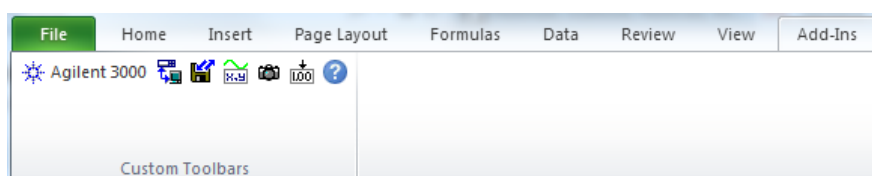

Figura 23 – Opções de aquisição das formas de onda visíveis no osciloscópio.
- Abra o programa Excel e selecione o menu **Add-Ins** (Figura 23), ficando com acesso às opções indicadas na Figura 24.